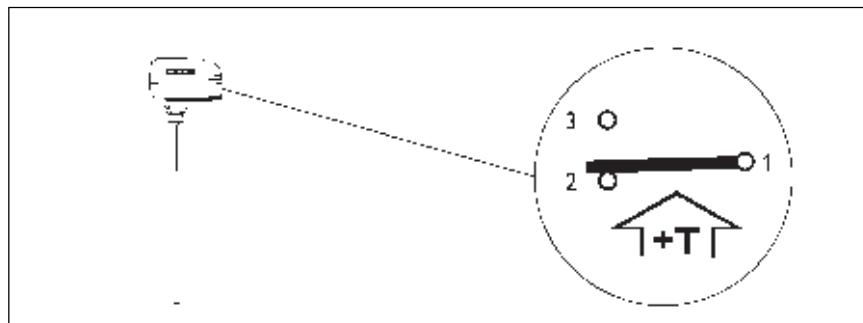

Рис. 6
- Регулятор температуры включен однополюсно (рис. 6). Диапазон установки температуры – $30 - 90^\circ\text{C}$. Максимальное установочное ограничение регулируемое, первоначально установлено на 60°C .
- С помощью коммутационного контакта ручки выбора температуры (рис. 6) 6 [3,5] A / 230 V может быть настроено приоритетное включение или циркуляционный насос с приоритетным включением.